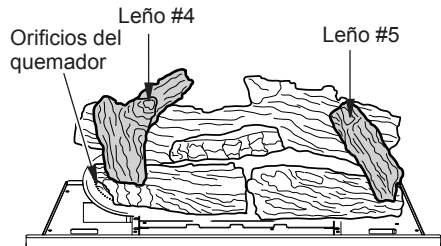

Figura 19 - Instalación de leños 4 y 5
4. Instale el orificio empotrado en la parte inferior del leño 4 en el pasador del leño 1 y lugar en registro 3 (consulte la Figura 19).
5. Instale el orificio empotrado en la parte inferior del leño 5 en el pasador del leño 1 y lugar en log 2 (consulte la Figura 19).